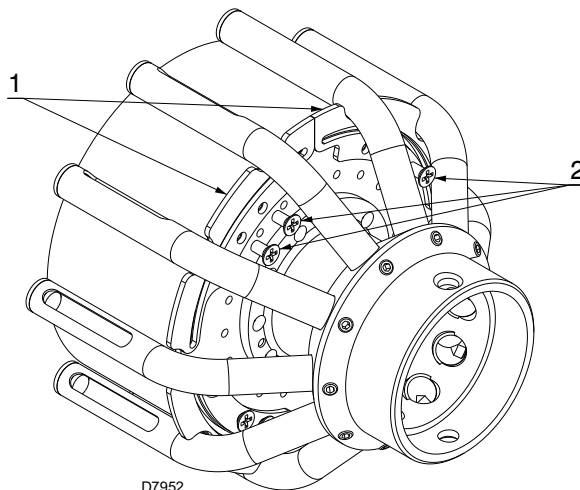

Abb. 18
- die 8 Schrauben 2)(Abb. 18) entfernen;